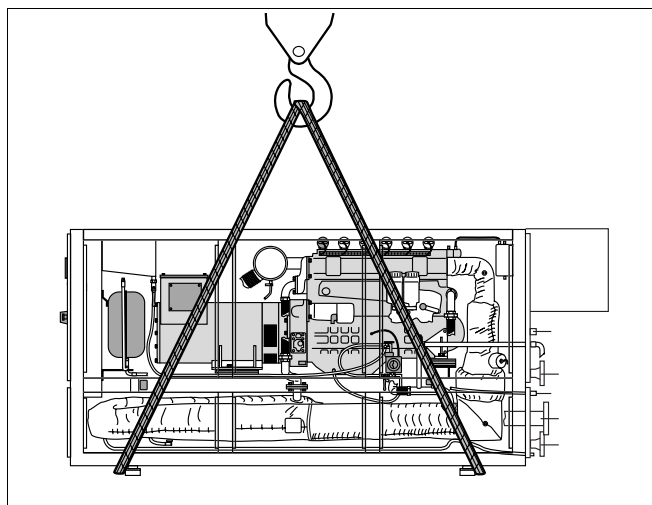

Рис. 4 Перенос с помощью крана и ремней
- Подъем модуля с помощью крана на двух ремнях, проложенных под рамой основания (рис. 4; предпочтительный вариант).